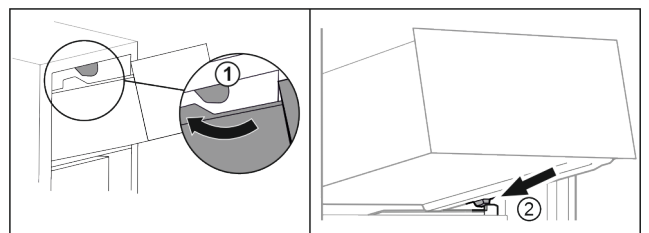

Fig. 69
- ▶ Introduzca el cajón rodeando los topes superiores. Fig. 69 (I)
- ▶ Coloque el cajón inclinado detrás de los topes inferiores sobre la nervadura para recipientes. Fig. 69 (2)